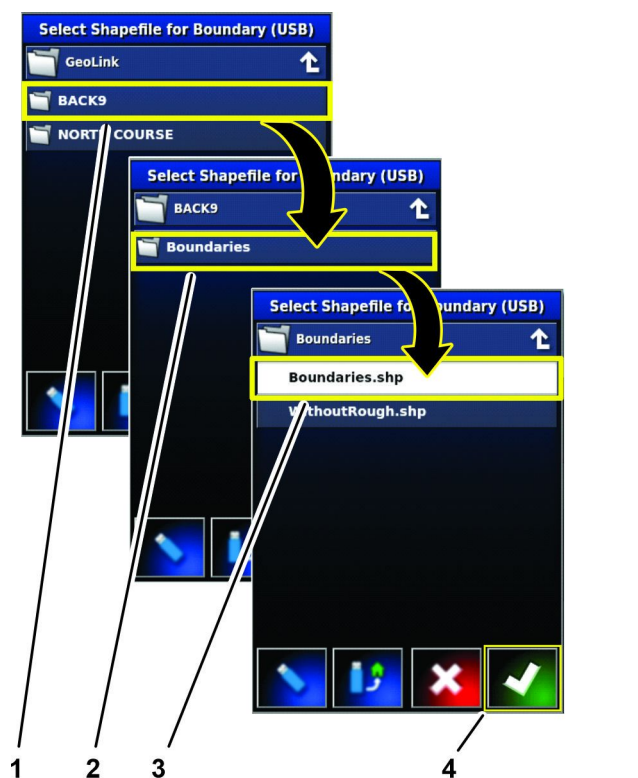

Figura 76
8. Premete le icone Directory (Figura 76) per navigare alle informazioni sul campo che avete esportato al passaggio 4 di Esportazione dei confini del campo (pagina 31).
9. Premete l'icona CONFINI, premete l'icona BOUNDARIES.SHP, quindi premete l'icona Conferma (Figura 76).